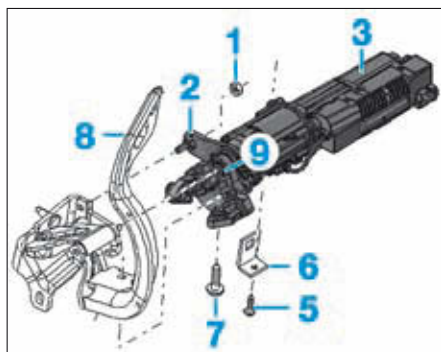

FIG. 101
- Desserrer le contre-écrou (1) sur la vis excentrée (2) du moteur (3) (Fig.101).
- la vis (7) du bras (8) de la charnière (Fig.101),
- Insérer le moteur latéralement dans la charnière avec la douille (9) et la vis excentrée (2) desserrée (Fig.101).